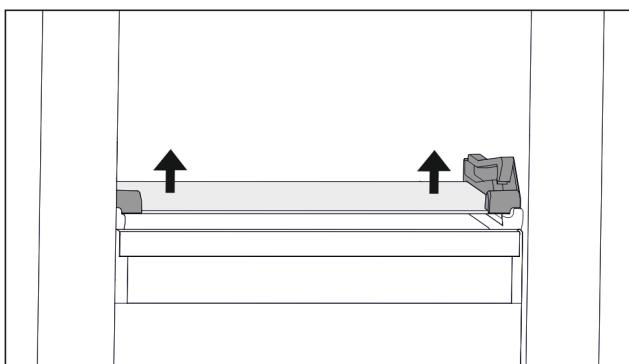

Fig. 72 Placa de sticlă a sertarului înclinabil
- Apăsați placa de sticlă de jos în sus pe ambele părți. (vezi Fig. 72)